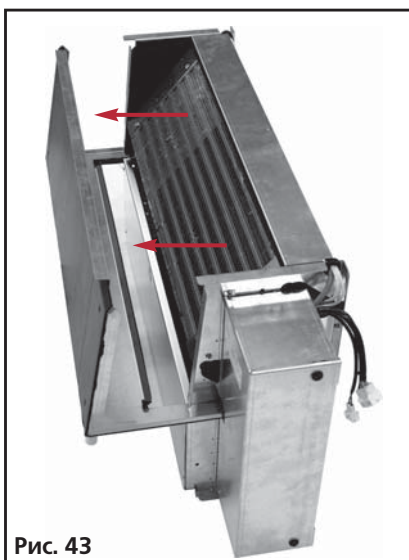

Рис. 43
- Извлеките основной поддон для сбора конденсата (рис. 43).